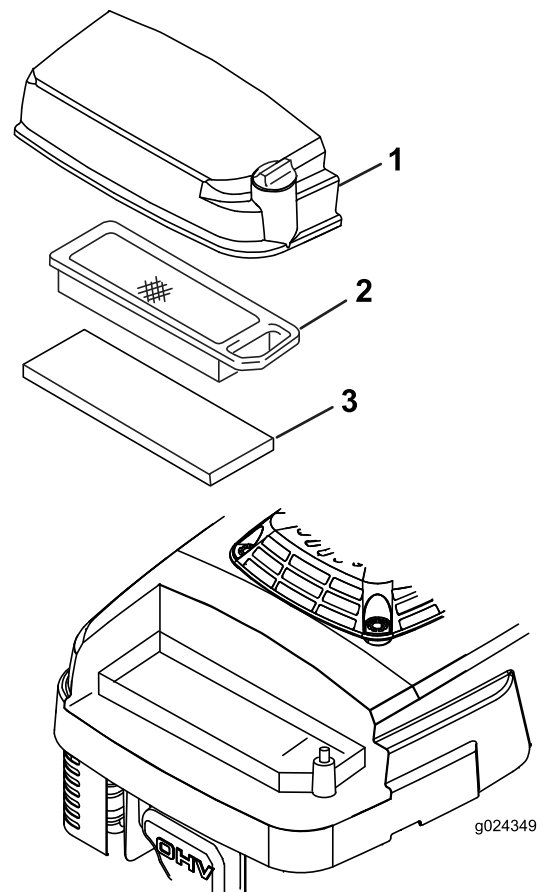

Figure 21
3. Desserrez la vis sur le couvercle du filtre à air (Figure 21).
5. Enlevez et examinez l'élément filtrant en papier (Figure 21) et remplacez-le s'il est excessivement encrassé.
6. Enlevez le préfiltre en mousse (Figure 21), lavez-le avec de l'eau et un détergent doux, puis séchez-le en le pressant légèrement dans un chiffon.